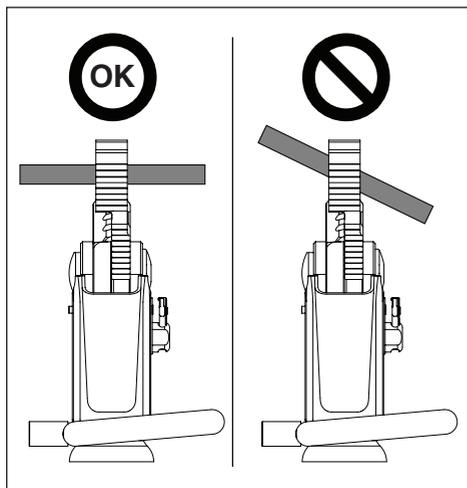

Figura 4, Posizionamento del materiale tra le lame
Posizionare il materiale da tagliare tra le lame della cesoia in maniera tale che risulti perpendicolare alla lama, come illustrato nella figura 4. In questo modo si ottiene un taglio di qualità ottimale.
2. Sistemare il materiale da tagliare tra le lame. Verificare che sia perpendicolare alle lame, come illustrato nella figura 4. Per maggiori informazioni, fare riferimento alle istruzioni contenute nella sezione 9.4.